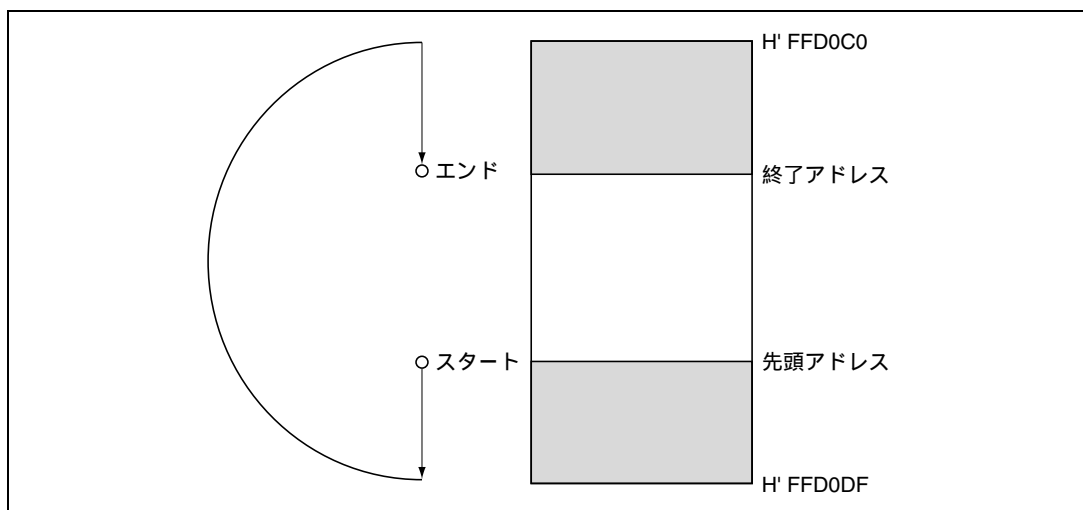

図 24.4 終了アドレスが先頭アドレスより小さい値の場合
- (1) SCSR2のSTFが0の状態、PMR2、PMR3、STAR、EDAR、およびSCR2により、端子、転送モードを設定します。
- (2) SCI2の端子はポートと兼用しています。ポートの切り替えはPMR3で行います。SO2端子はPMR2でCMOS出力とNMOSオープンドレイン出力の選択ができます。転送クロックと転送データ間隔はSCR2で設定します。
- (3) 転送データ領域の先頭アドレスと終了アドレスは、STARとEDARで設定します。終了アドレスが先頭アドレスより小さい値の場合、図24.4に示すように、H'FFD0DF番地のデータを転送後、H'FFD0C0番地にもどり、終了アドレスまで転送を行います。先頭アドレスと終了アドレスが等しい場合は、1バイトの転送を行います。